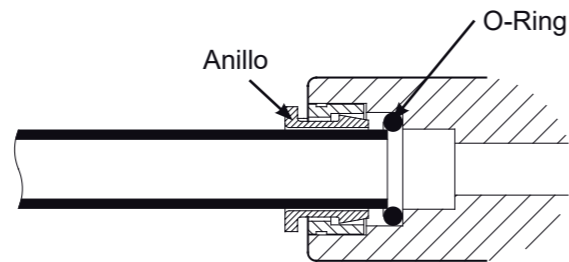
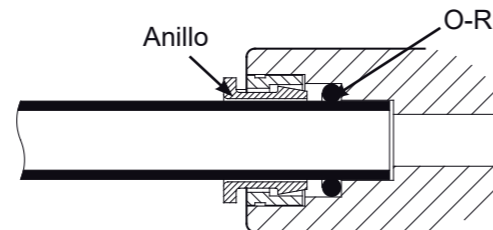

FIG. 16
FIG. 17
1. Introducir el tubo en el racor hasta que penetre en la junta tórica. Seguir presionando hasta que el extremo del tubo se apoye contra el extremo del racor. Cf Fig. 17. El error corriente consiste en dejar de presionar cuando el tubo penetra en la junta tórica. Cuando el tubo de 1/4" (6,35 mm) esté introducido completamente, debe haber penetrado 1,7 cm en el interior del racor. Cuando el tubo de 3/8" (9,5 mm) esté completamente introducido, debe haber penetrado 1,9 cm en el interior del racor. Es posible marcar estas longitudes con ayuda de cinta adhesiva o de un rotulador. Cf Fig. 16 & 17.
7. Introducir correctamente el tubo en el anillo. Cf Fig. 16 y 17.
4. Introducirlo profundamente en el racor del grifo. Es un racor rápido. Cf Fig. 16 y 17.
4. Introducirlo profundamente en el racor rápido con el diámetro apropiado (1/4") denominado «Racor tubos» (Fig. 20). Cf Fig. 16 y 17.
6. Cortar uno de los extremos del tubo en ángulo recto e introducirlo en la parte 3/8" del racor tubos. Cf Fig. 16 y 17.
8. Conectarlo al racor de la evacuación. Figs 16 & 17.